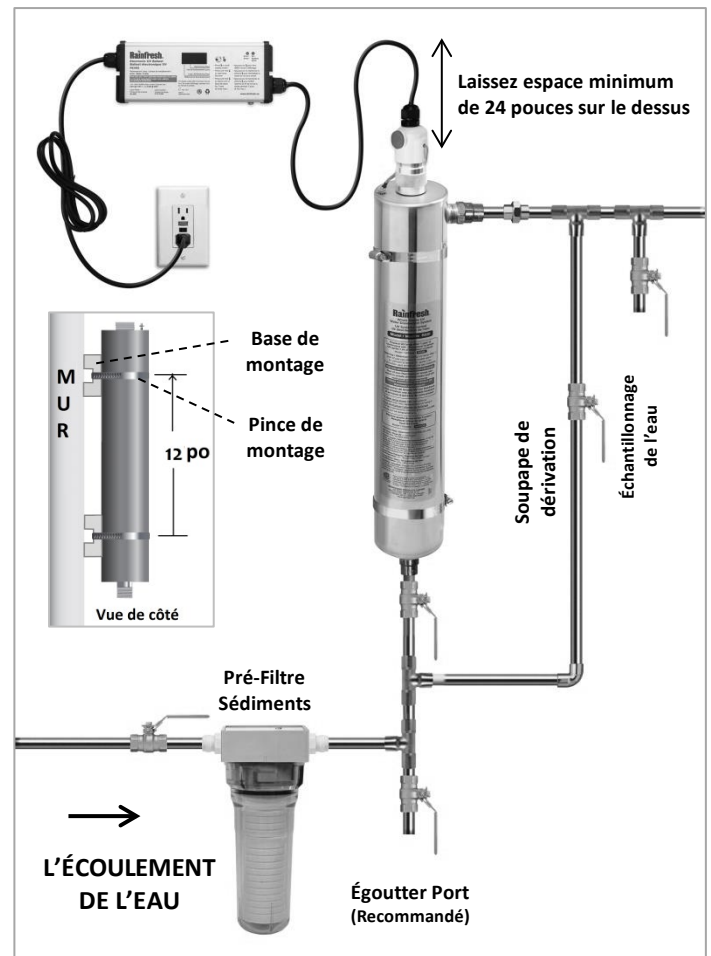

Fig 3
- Il est fortement recommandé d'installer la tuyauterie de dérivation avec une vanne d'arrêt autour de l'appareil (voir fig. 3). De cette façon, vous pouvez toujours avoir de l'eau à des fins non-potable dans le cas où vous avez besoin de retirer l'unité UV pour le service.
1. Ouvrez le sachet de matériel de montage UV (4033)(voir **Liste des pièces** page 10) : glissez une pince de montage sous une base de montage et vissez la base au mur (montant mural) avec des vis de base, comme illustré sur la Fig. 3 et la vue de côté de la Fig. 3. Utilisez des chevilles murales appropriées si l'installation n'est pas effectuée sur un montant mural.
4. Installez le régulateur de tension (R830B) au-dessus de la chambre de désinfection, et fixez-le au mur avec les vis (4044) (voir Fig 3).
5. Installez la nouvelle plomberie en utilisant la Fig 3 comme référence pour voir à quoi doit ressembler l'installation finale. L'entrée et la sortie du système UV sont des raccords mâles MNPT de 3/4 po.
6. Si vous prévoyez drainer le système en hiver pour prévenir le gel, installez un té de 3/4 po sous l'entrée du système, et posez-y une valve à bille et un bout de tuyau en cuivre (voir Fig 3).
7. Déballez soigneusement la lampe UV (R519L/R830L) et le tube de quartz (R519QD/R830QD). **Remarque:** manipulez la lampe et le tube de quartz par les extrémités et portez des gants propres et secs. Le joint torique (515) de l'écrou de compression est installé à l'usine dans la rainure de l'écrou de compression. Le joint torique du tube de quartz (4032) est dans un sac de plastique séparé.